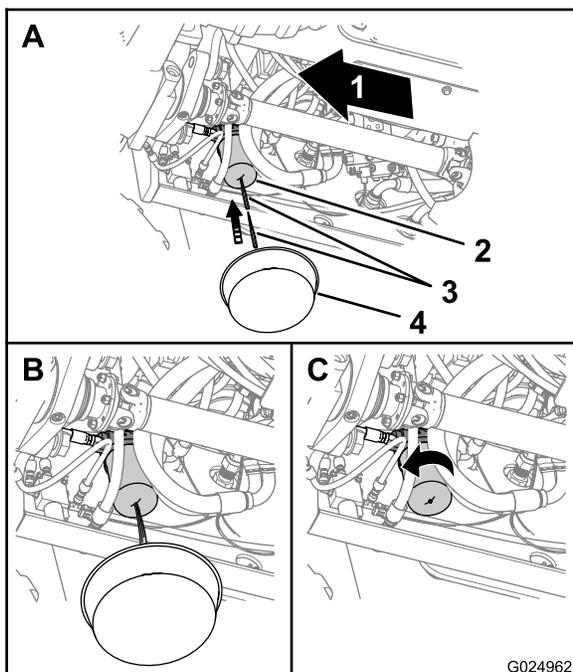

Figure 97
1. Placez un bac de vidange sous le filtre à huile de transmission (Figure 97).
- Percez le fond du filtre à huile de transmission et vidangez le restant de liquide hydraulique dans le bac de vidange (Figure 97).
- Déposez le filtre à huile de transmission à l'aide d'une clé à filtre, et mettez le filtre au rebut (Figure 97).
- Posez le filtre neuf à la main et serrez-le de 1/2 à 3/4 de tour une fois qu'il touche la tête de filtre (Figure 97).